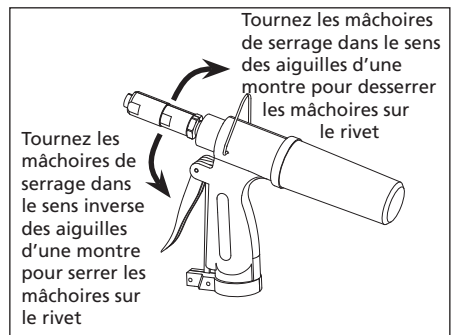

Figure 4
3. Tournez les mâchoires de serrage dans le sens contraire des aiguilles d'une montre pour serrer les mâchoires sur le rivet. Tourner au sens des aiguilles d'une montre pour desserrer les mâchoires sur le rivet (Voir Figure 4).